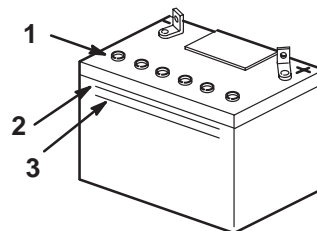

Figure 26
2. Observez le côté de la batterie. Le niveau de l'électrolyte doit atteindre le trait supérieur (Fig. 26). Ne laissez pas l'électrolyte descendre en dessous du trait inférieur (Fig. 26).
3. Enlevez les bouchons d'aération de la batterie (Fig. 26).
4. Versez de l'eau distillée avec précaution dans chaque élément jusqu'au repère supérieur (Fig. 26) sur le côté de la batterie.
5. Attendez cinq à dix minutes après avoir rempli les éléments. Ajoutez de l'eau distillée au besoin, pour amener le niveau au repère supérieur (Fig. 26) sur le côté de la batterie.